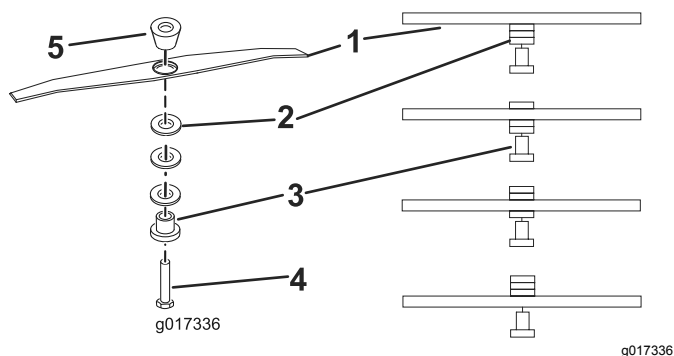

Bild 13
5. Ändern Sie die Position der Distanzstücke auf die gewünschte Höhe und setzen Sie das Mähwerk wieder ein, siehe Bild 13.